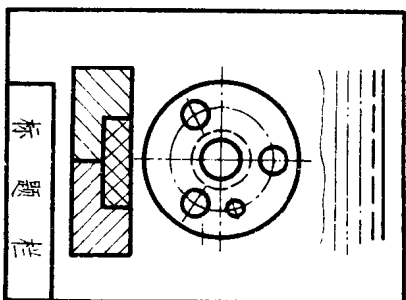

图 1
2. 按图纸幅面规定，画出图框，并在右下方画出标题栏（图 1）。